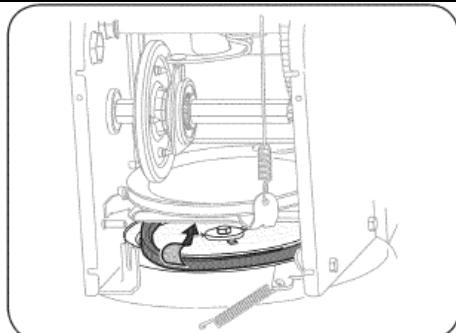

Рис. 32
7. Снимите ремень со шкива шнека и пропустите его между опорным кронштейном и шкивом шнека (См. Рис. 32).